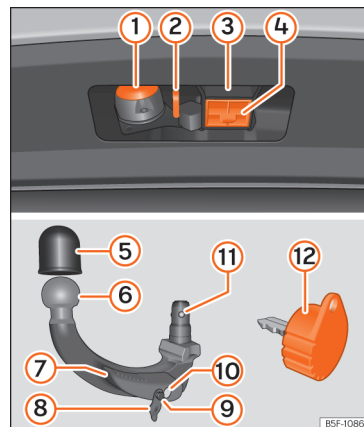

Fig. 176 Suporte do dispositivo de engate para reboque/gancho de reboque/chave
- A zona superior do alojamento do gancho está equipada com massa lubrificante » Fig. 176 ③. Quando utilizar o dispositivo, deve assegurar-se de que não se tenha eliminado.
- Retire o tampão de alojamento do gancho »» Fig. 176 ④ para baixo.